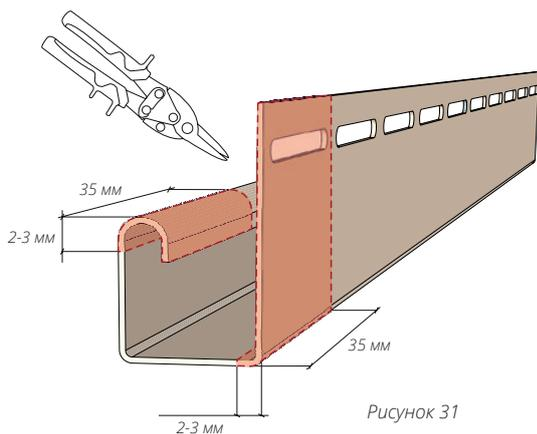
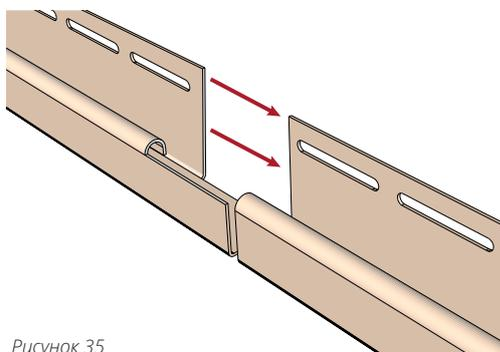

Рисунок 31
Рисунок 35
- 13.5** В случае если высота угла здания превышает длину J-профилей, образующих внутренний угол, их необходимо подрезать согласно (рис. 31, 32).
- 14.1** В случае необходимости соединения J-профилей между собой горизонтально, сделайте подрез одного из соединяемых J-профилей согласно рис. 31, 32, далее смонтируйте J-профили, оставив зазор на тепловое расширение 15 мм (рис. 35, 36), соблюдая общие правила монтажа.